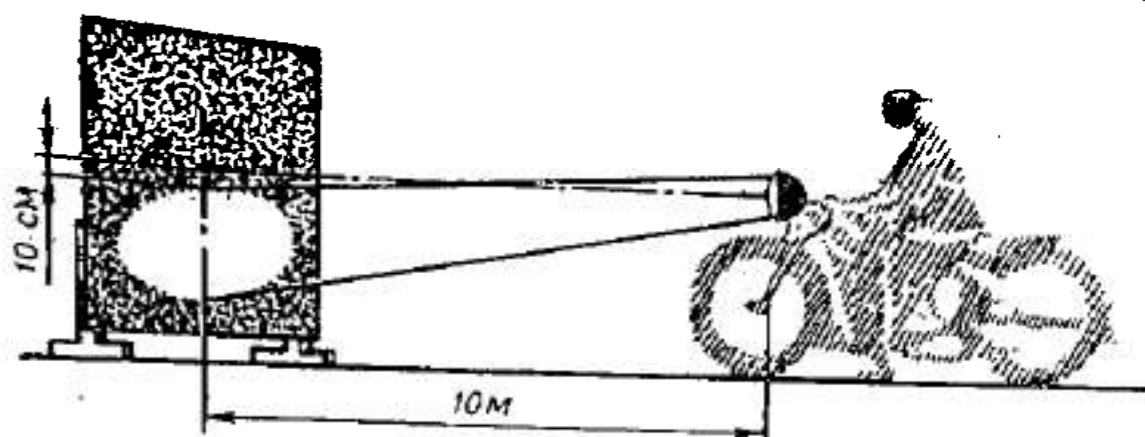

Рис. 42. Схема установки фары
1) мотоцикл (с нагрузкой) устанавливают на ровной площадке перед белой стенкой или экраном на расстоянии 10 м от стекла фары до стены (рис. 42);